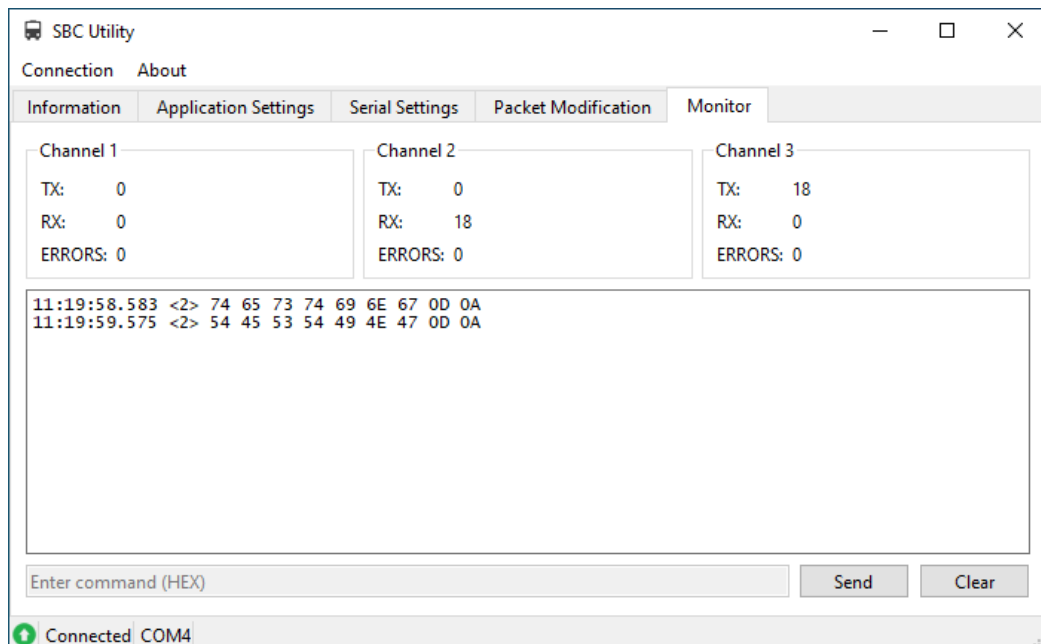

Рисунок 11
5.1.8 В разделе **Monitor** для каждого интерфейса отображаются (рисунок 11):
- Errors – сколько байт отброшено из-за несоответствия контрольной суммы (CRC) или несоответствующего идентификатора (ID).